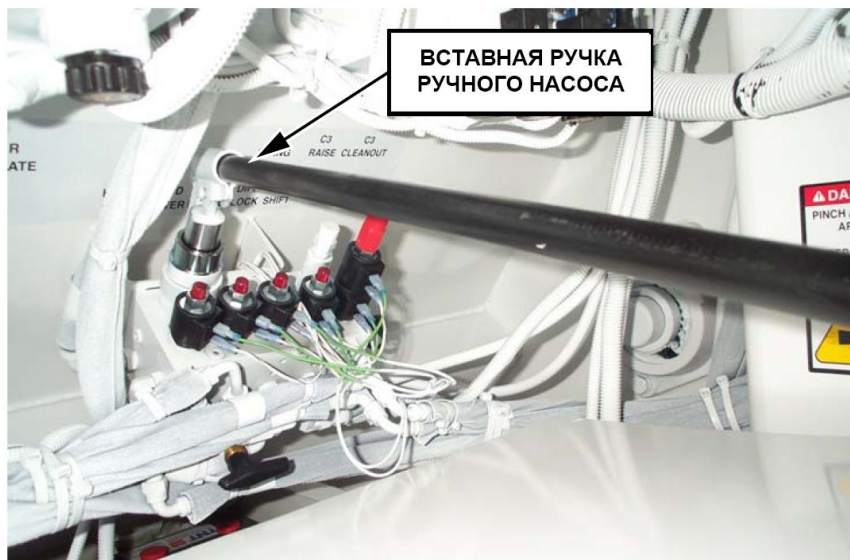

РИСУНОК 21
3. Вставьте прилагающуюся ручку в ручной насос и качайте до полного подъема капота (рисунок 21).
4. Вставьте прилагающуюся ручку в ручной насос и качайте, пока капот не начнет медленно спускаться. Возможно, потребуется продолжать качать до спуска капота до закрытого положения (рисунок 21).